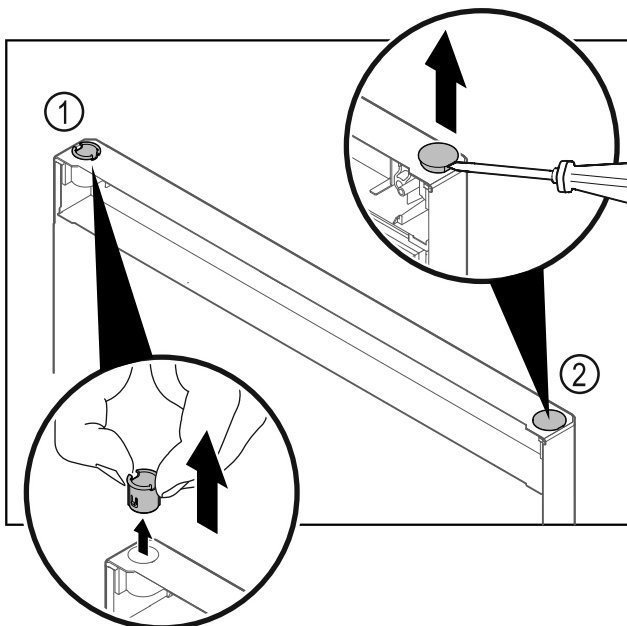

Fig. 29
- Wyjąć palcami tuleję zawiasu Fig. 29 (1).
- Zatyczkę osłonki Fig. 29 (2) ostrożnie podważyć przy pomocy śrubokręta płaskiego i wyjąć.